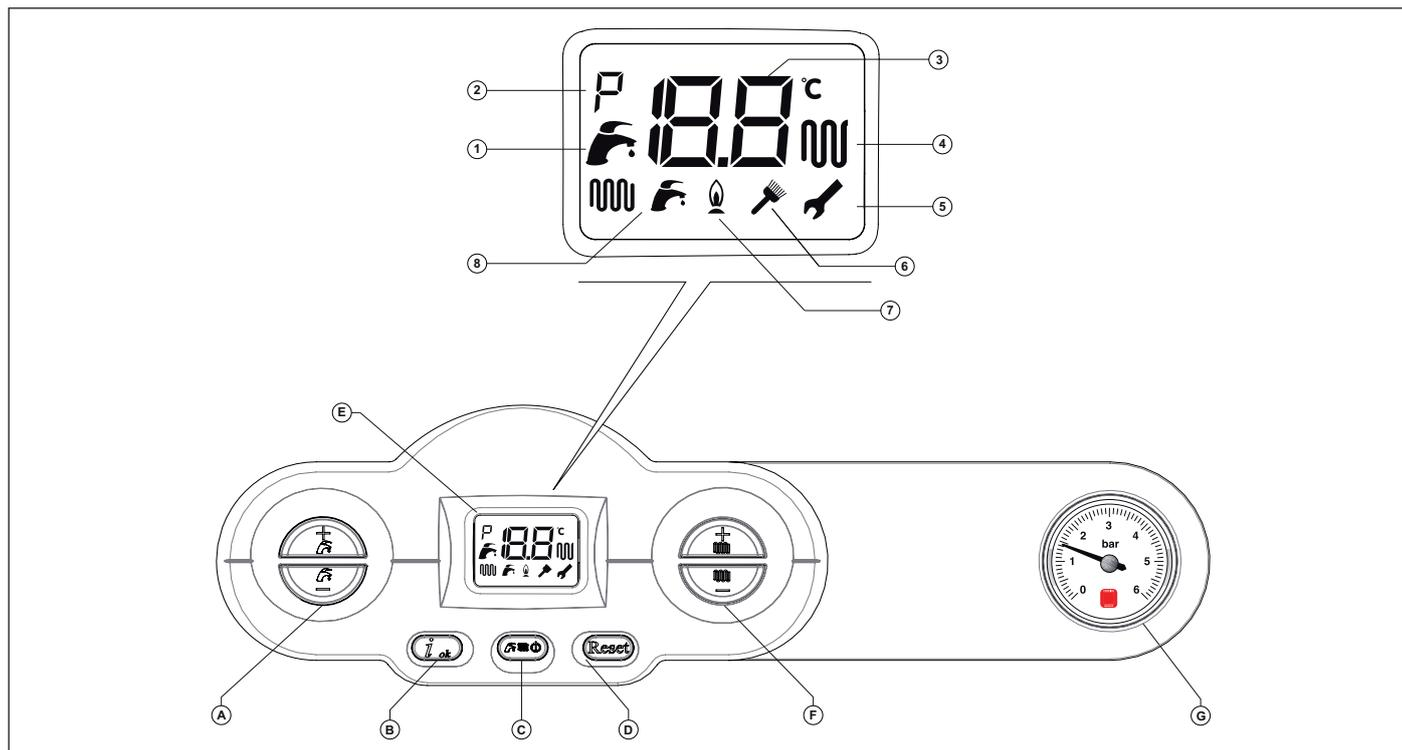

Fig. 1 Pannello comandi
| Fig. 1 Pannello comandi .....  | 7  |
- Scegliere il sistema di funzionamento della caldaia: OFF/ESTATE/INVERNO/SOLO RISCALDAMENTO (Vedi tasto (C) nella Fig. 1 Pannello comandi a pagina 7).